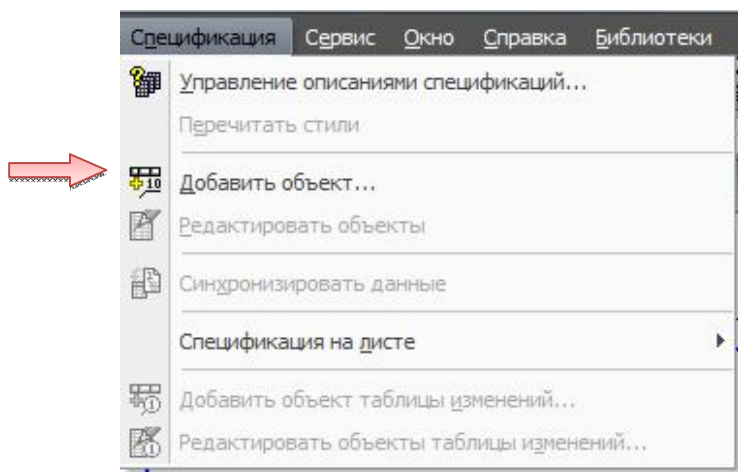

Рис. 2.30. Добавление объекта в спецификацию
- Для создания объекта спецификации откройте меню «Спецификация» и выполните команду «Добавить объект» (рис. 2.30).
- Подключите к объекту чертеж «Бандаж _ КГ.01.002» (см. рис. 2.30...2.36).